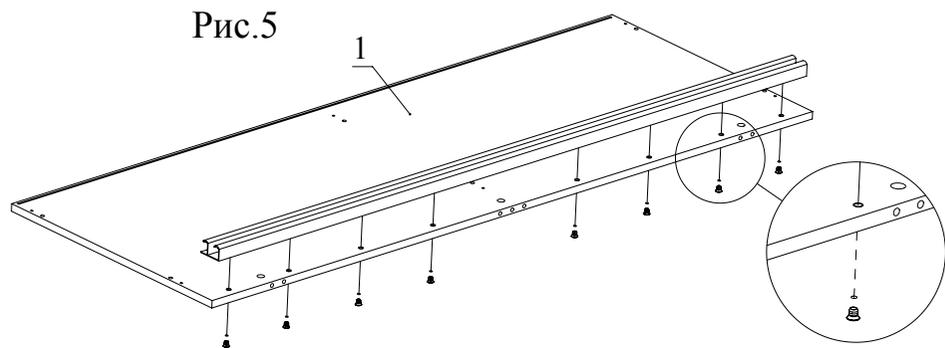

Рис.5
3. Вкрутите муфты металлические в деталь 1 и с помощью винтов 6x20 прикрепите верхнюю направляющую (металл) (Рис. 5).